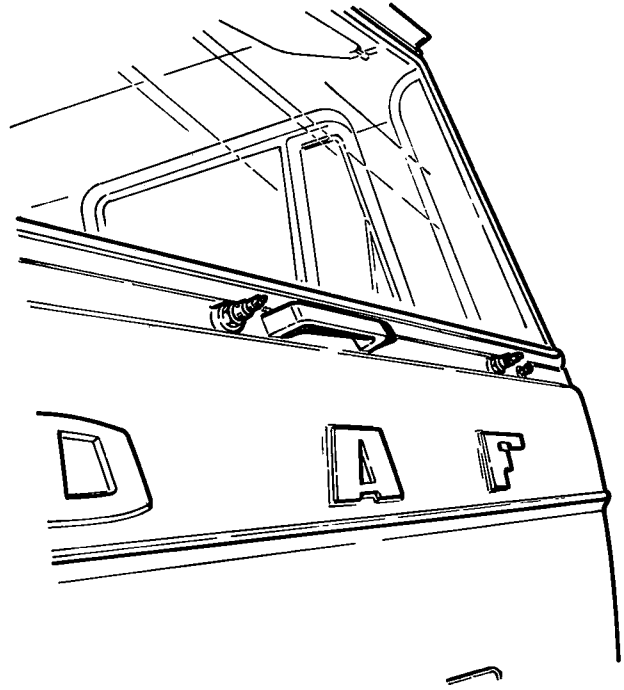

Fig. 6.
2. De ruitwisserbladen met armen en aan de chauffeurszijde een stuurarm (fig. 6).
3. De afdekkap en de bevestigingsmoer van het tandemlager (7) en het wissellager (40) (fig. 6 en 9).